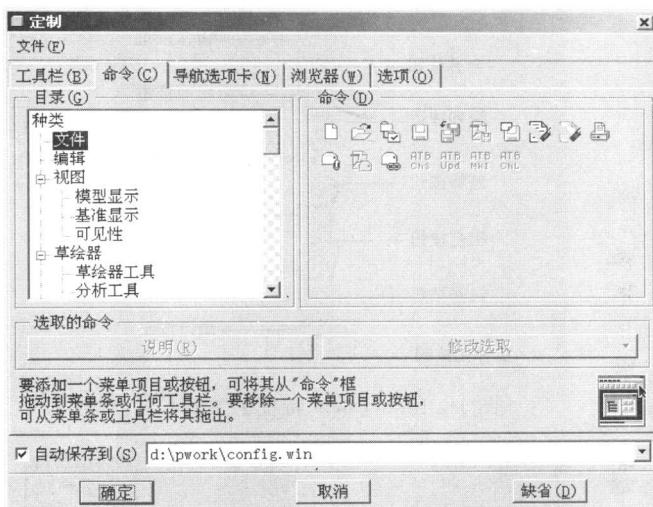
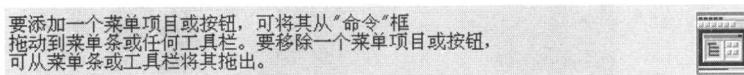

图 1.2.6 【命令】标签卡
图 1.2.7 动画演示区
(2)【命令】定制：在【定制】对话框中单击【命令】标签卡，展开的设置项如图 1.2.6 所示。在此标签卡的【目录】列表框中选择某一种类，此时可将右边【命令】框中的按钮拖动到任何工具栏中，也可将按钮从工具栏中拖出。在如图 1.2.7 所示的【命令】标签卡右下方的动